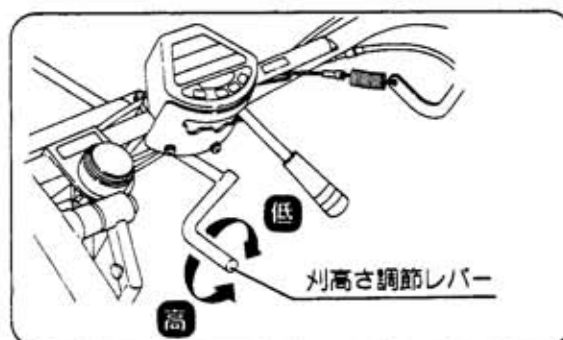

図33
- ② 刈高さ調節レバーを調節して、草刈・つる刈高さを決めます。(図33)